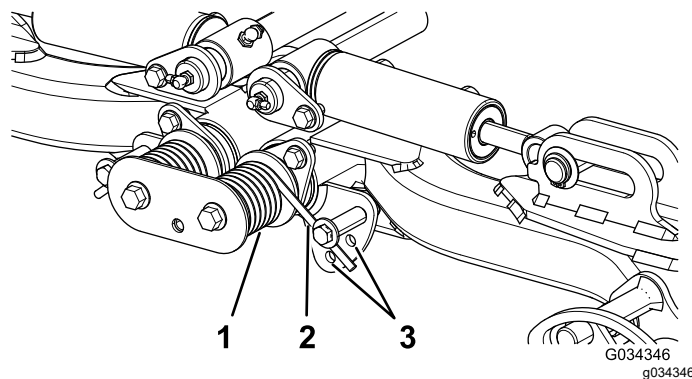

図 38
2. 調整作業の最中に、スプリングのテンションが掛からないようにするため、スプリングの長い方の端にパイプなどを通してスプリングの力を殺しておく(図 38)。
3. スプリングのテンションをなくしたら、スプリングアクチュエータを固定しているボルトとロックナットを外す(図 38)。